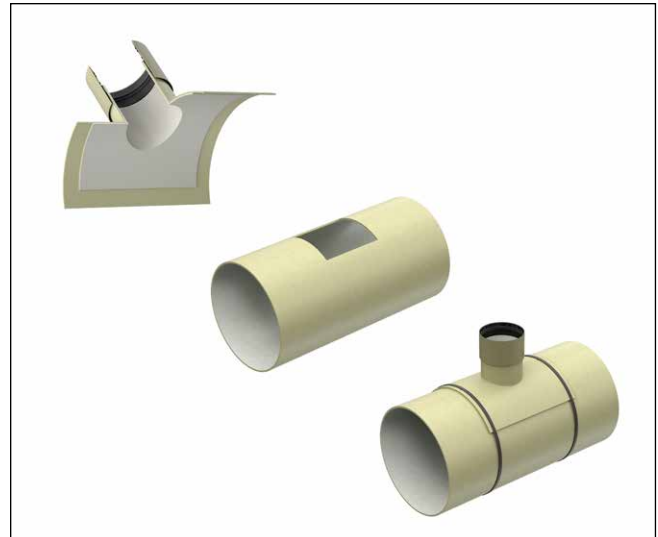

Рис. 70: Збірка клеєних сидел
13.8.4. МОНТАЖ КЛЕЄНИХ СІДЕЛ (ДИВ. РИС. 70)